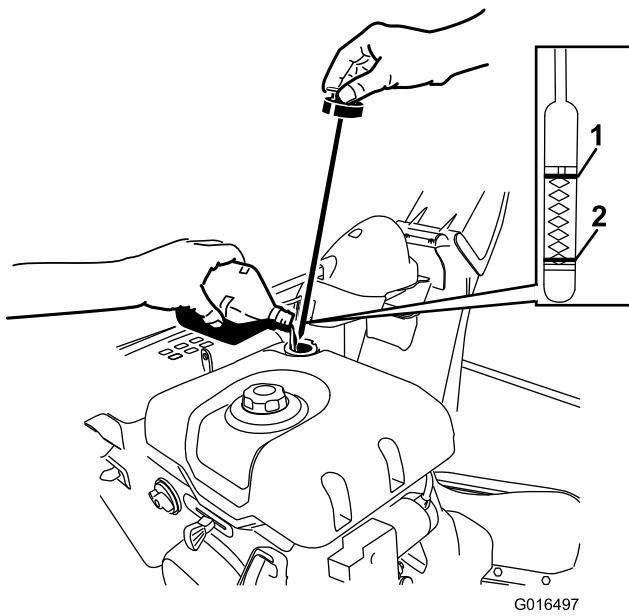

Рисунок 42
2. Выньте шуп и проверьте уровень масла (Рисунок 42). Если уровень масла находится ниже отметки Add (Добавить), то добавьте масла в двигатель. См. Раздел «Заправка двигателя маслом».